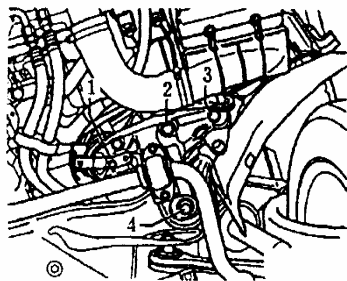

图 4-103 拆卸副车架
(1) 拆下油底壳。
(2) 用装配吊架 V. A. G1202A 顶起副车架。首先拆下副车架前端紧固螺栓 2 和 3（左、右侧），然后拧下螺栓 4，如图 4-103 所示。